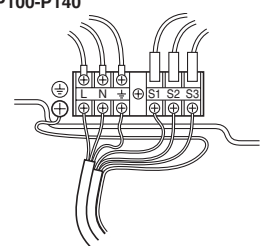

Fig. 6-2
6.1. Außenanlage (Fig. 6-1, Fig. 6-2)
- ① Die Bedienungsplatte abnehmen.
- ② Die Kabel gemäß der Abb. 6-1 und der Abb. 6-2 verdrahten.